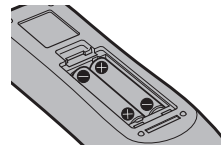

图 2
- 2) 插入电池并关闭盖板。(先插入 "⊖" 端。)(图 2)